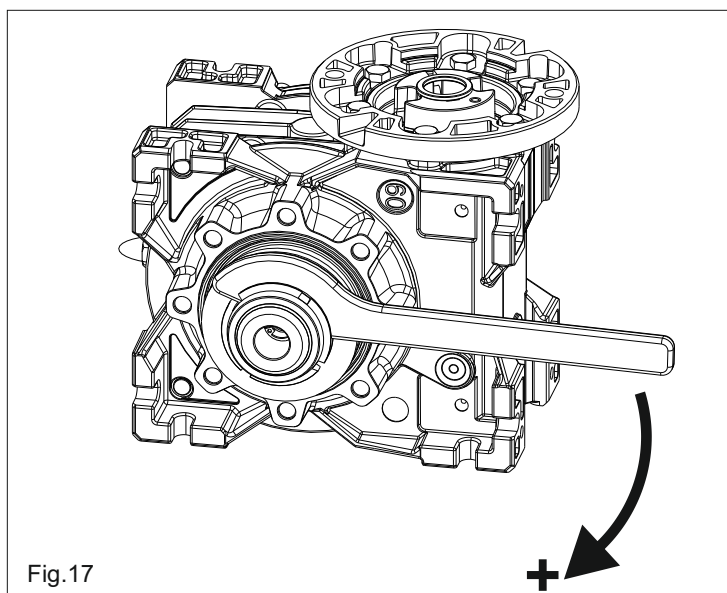

Fig. 17
- Pour **augmenter** le couple, tourner la clé **dans le sens des aiguilles d'une montre** (Fig. 17).